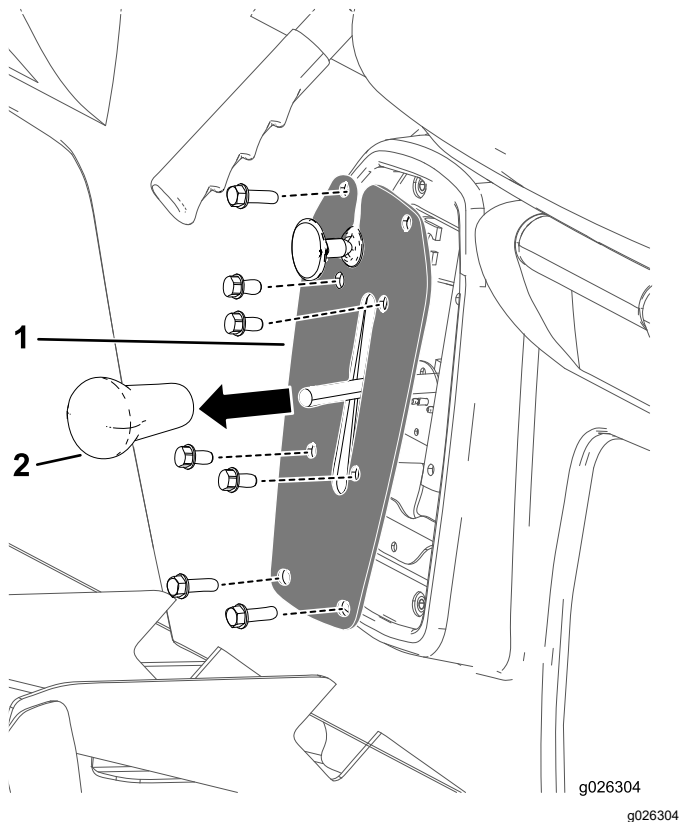

Bild 39
1. Nehmen Sie das Handrad vom Ganghebel ab (Bild 39).
2. Entfernen Sie die vier Schrauben, mit denen die Gangschaltungsplatte an der Gangschaltungshalterung befestigt ist (Bild 39).
3. Entfernen Sie die vier Schrauben, mit denen die Gangschaltungsplatte am Sitzunterteil befestigt ist, und nehmen Sie die Gangschaltungsplatte ab (Bild 39).
4. Schrauben Sie das Handrad auf den Ganghebel und ziehen es mit der Hand an (Bild 39).